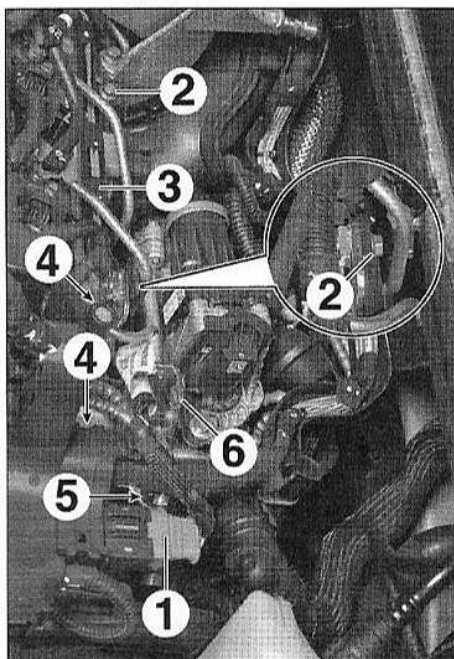
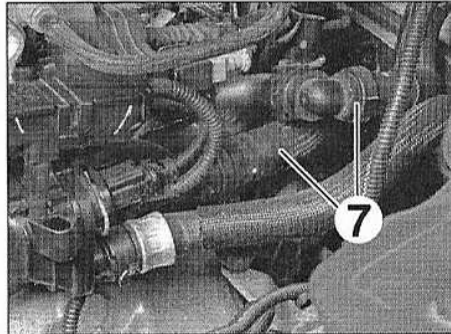

FIG.93
FIG.94
- Débrancher le connecteur (1) (Fig.93).
- les vis (2) et écarter le guide (3) du faisceau d'alimentation des bougies de préchauffage,
- les vis (4),
- l'agrafe (5),
- le support (6) du boîtier de filtre à air.
- les durits (7) (Fig.94),